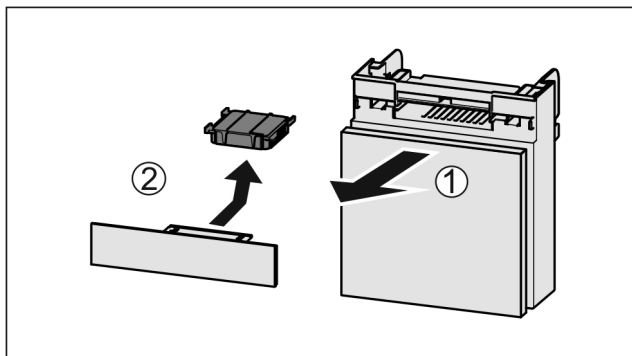

Fig. 136
- ▶ Потягніть Fig. 136 (1) відділення вперед.
- ▶ Витягнути Fig. 136 (2) фільтр з активованого вугілля.